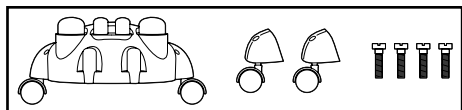

FIGURA 1
1. En su aspiradora para líquidos/sólidos, encontrará dos conjuntos de ruedas, un conjunto para plataforma rodante y cuatro tornillos con su aspiradora para líquidos/sólidos. **(FIGURA 1)**